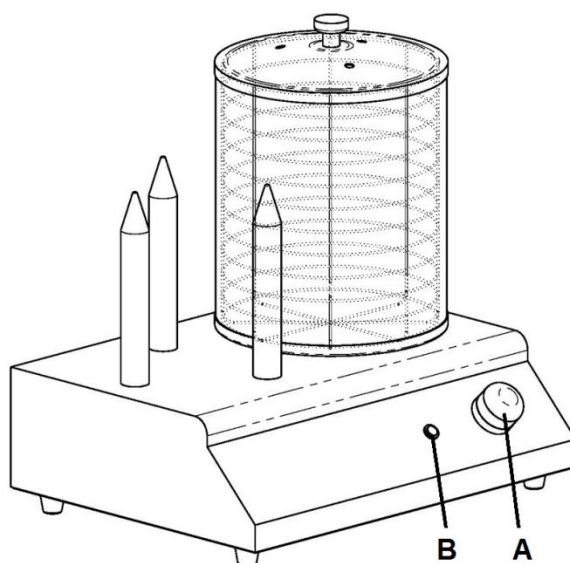

Fig.2
2. Ruotare la manopola del termostato (A fig.2) fino ad indicare la temperatura desiderata. La spia di riscaldamento (B fig.2) si accenderà e si spegnerà al raggiungimento della temperatura fissata.
1. Ruotare la manopola del termostato (A fig.2) nella posizione "0", ed accertarsi che la spia luminosa (B fig.2) sia spenta.